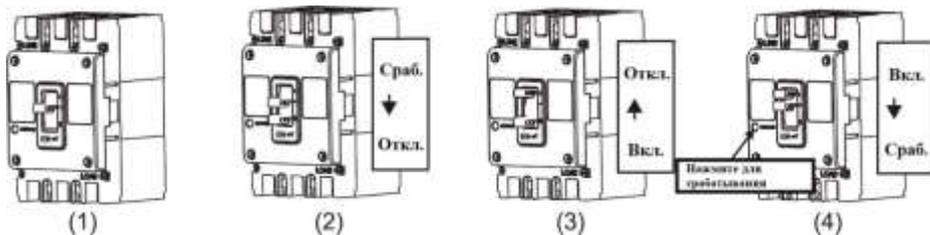

Рисунок 2. Проверка положения рукоятки выключателя автоматического
1. По умолчанию выключатель автоматический находится в положении «TRIPPING» (СРАБАТЫВАНИЕ), см. Рисунок 2 (1).
2. Переведите изделие в положение «OFF» (Отключено), см. Рисунок 2 (2).
3. Повторно включите выключатель автоматический и переведите ручку в положение ON (ВКЛЮЧЕНО), см. Рисунок 2 (3).
4. Нажмите на красную кнопку «PUSH TO TRIP» (ТЕСТ), чтобы вернуть рукоятку выключателя автоматического в положение «СРАБАТЫВАНИЕ», см. Рисунок 2 (4).